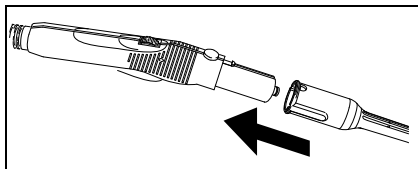

Fig. 6
- Kople det nødvendige tilbehøret (D1, E1, F1) til damp pistolen (C1). Den åpne enden på tilbehøret stikkes inn på damp pistolen (C1) og skyves så langt inn på damp pistolen at åpneknappen (C2) på damp pistolen går i inngrep (se fig. 6).